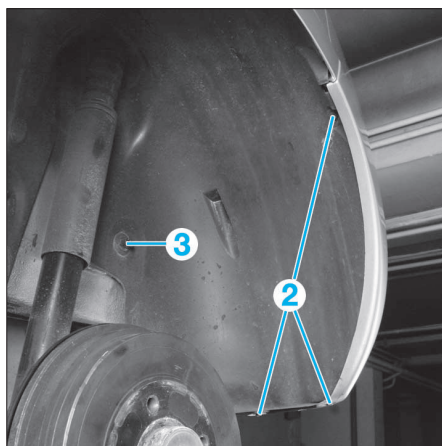

FIG. 112
- Déposer (Fig.112) :
- les vis (2),
- l'agrafe (3),